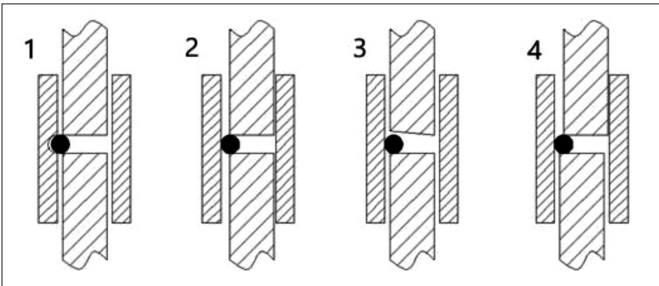

图 3 喂丝机异常工作状态
(1) 导线槽的磨损。导线槽经长时间使用后, 导线槽两侧发生磨损, 出现凹槽, 铝线在前进过程中, 被挤到轮子跟导线槽之间, 以至于出现轮子卡死的情况。如图 3 (1) 所示。
(2) 导线槽安装位置存在偏差, 或者是由于使用过程中导线槽两端固定螺栓松动, 导致导线槽位置发生移动。轮子一侧距导线槽的距离偏大, 另一侧轮子几乎紧贴导线槽, 铝线在前进过程中很容易被挤到距离大的一侧, 同样出现轮子卡死的情况。如图 3 (2) 所示。
(3) 压线轮的磨损。压线轮经长时间的使用后，原本水平的轮面出现了倒角、圆角，等于压线轮的表面变成了斜坡，铝线在前进的过程中受到侧向分力的影响，使铝线顺着斜坡被挤到轮子与导线槽之间，致使轮子卡死。如图 3 (3) 所示。
(4) 压线轮的晃动。压线轮原本固定在轴上，处于中间位置，固定压线轮的圆螺母出现松动，导致压线轮跑到了一侧，使得铝线很容易卡在压线轮与导线槽之间，致使轮子卡死。如图 3 (4) 所示。